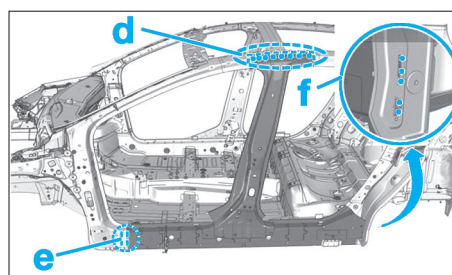

FIG. 75
- Percer de part en part des trous de Ø 8 mm zone (c) (Fig.75).